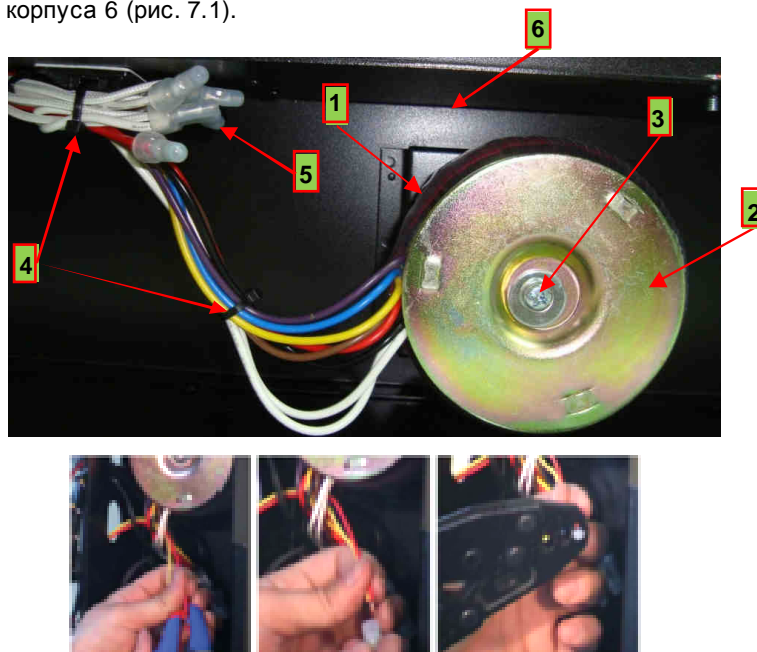

Рис. 7.1.
7.1.1. Установить частотный преобразователь на рабочий стол. Закрепить трансформатор 1 вместе с изоляционной прокладкой и шайбой 2, вкрутив винт 3 в резьбовое отверстие основания корпуса 6 (рис. 7.1).
7.1.2. Зачистить концы проводов трансформатора и концы проводов, выходящих из электронного отсека преобразователя. Соединить провода по меткам (нанесенным при разборке) или по образцу, вставить скрученные жилы в концевые заглушки 5, обжать кримпером (рис. 7.1).